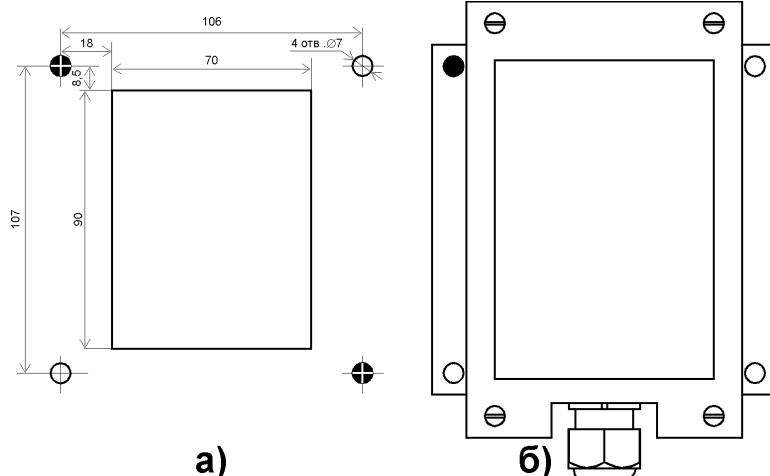
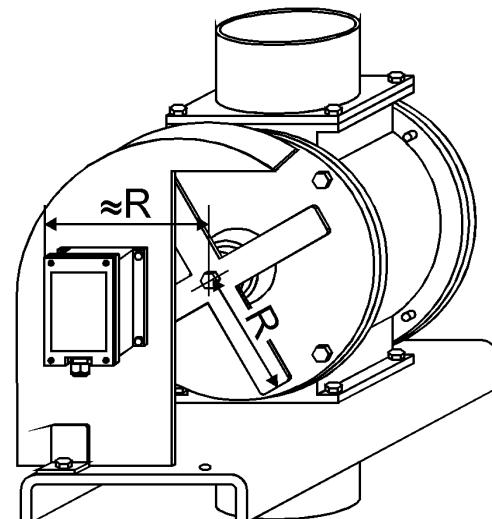

Рис. 5. Установочные отверстия для монтажа РДД-02.
Рис. 9. Контроль вращения шлюзового затвора.
Для монтажа датчика на коробе механизма или продуктопроводе следует подготовить установочные отверстия, показанные на рис. 5. Через прямоугольный вырез в круглые отверстия изнутри вставляются болты с резьбой M6, которые прижимаются гайками. РДД-02 устанавливается на эти же болты и фиксируется вторыми гайками. Для дополнительной герметизации места установки сигнализатора допускается использование резиновой прокладки толщиной 1...10 мм, которая не должна перекрывать краев прямоугольного выреза.
Заштрихованное отверстие на рис. 5б должно совмещаться с любым из заштрихованных отверстий на рис. 5а.
**Для контроля вращения шлюзового затвора** на его вал крепится крыльчатка (рис. 9). Если затворы объединены в группу и имеют общий вал, крыльчатка монтируется на последний механизм группы. РДД-02 устанавливается снаружи на защитный кожух затвора, на максимальном расстоянии от вала (оно должно приблизительно соответствовать радиусу крыльчатки R). Прямоугольное отверстие (рис. 5а) должно полностью пересекаться вращающимися лопастями. При аварийной остановке вала (разрушение соединительных муфт, обрыв фазы на электродвигателе и т. д.) датчик либо отключает механизм, либо выдает сигнал в систему управления.